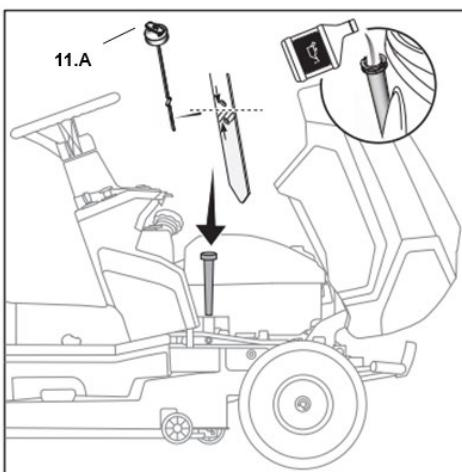

Fig.11
2. Retirar la varilla medidora (Fig.11). Retire el aceite restante de la varilla medidora.